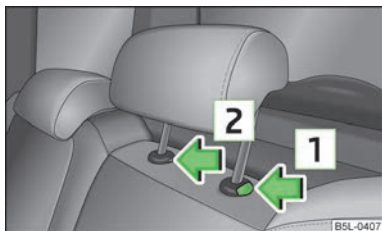

Fig. 48
- Pulsar la tecla del seguro en sentido de la flecha [1] » fig. 48, presionando al mismo tiempo con un destornillador plano con un ancho de 5 mm como máx. la tecla del seguro en el orificio [2], y retirar el reposacabezas.